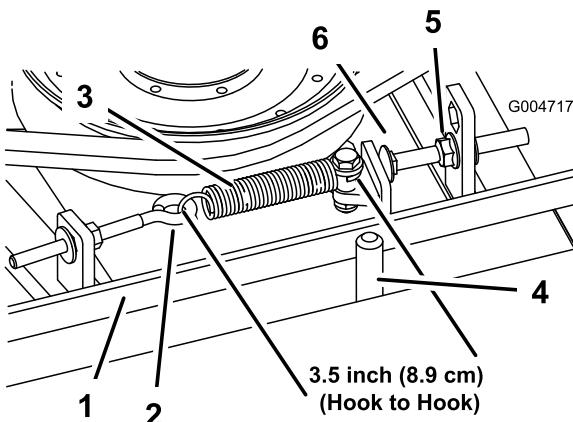

Figura 66
Quando a tensão estiver correta, a medida da mola de extensão (gancho a gancho) deverá ser de cerca de 8,9 cm \pm 0,63 cm (lado interior). Logo que se obtenha a tensão correta da mola, ajuste o pino de fecho (parafuso da carroçaria) até haver uma folga aproximada de 0,32 cm \pm 0,152/0,000 cm entre a cabeça do parafuso e o braço intermédio (Figura 66).
Nota: Certifique-se de que a correia está colocada no lado da mola do guia da correia (Figura 66).
2. Desaperte o parafuso com olhal permitindo a remoção da mola de extensão (Figura 66).
3. Desaperte a porca flangeada que fixa o pino de fecho na patilha de montagem. Puxa a porca levemente para trás para permitir que o braço intermédio passe pelo pino de fecho (Figura 66). Retire a polia intermédia da correia para aliviar a tensão da correia.
- Volte a ligar a mola de extensão (Figura 66) ao parafuso de olhal e aplique a tensão na correia como se segue: